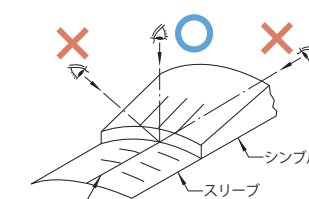

図2
1. 目盛の読取りは、正面に視線を置いて視差に注意してください。(図2)